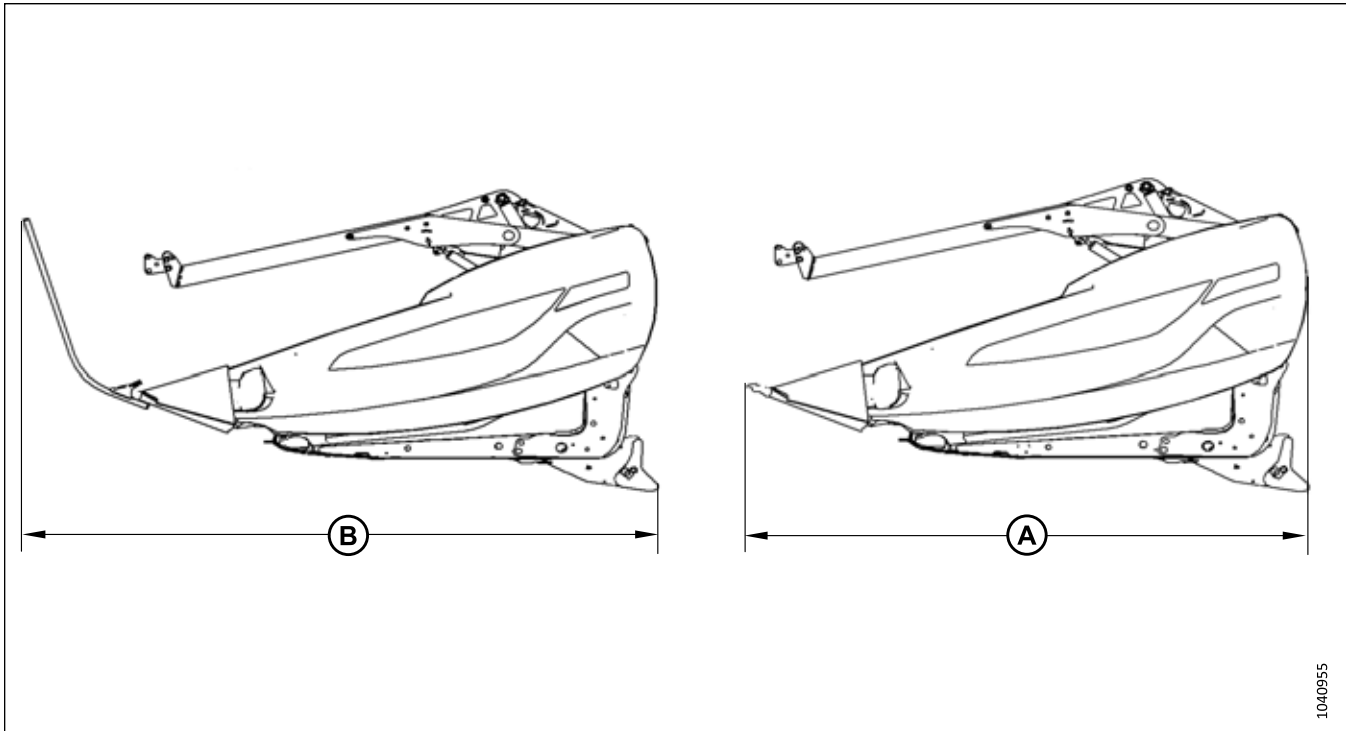

Figure 2.1: Largeur de la plateforme
1. Consultez la figure 2.1, page 42.